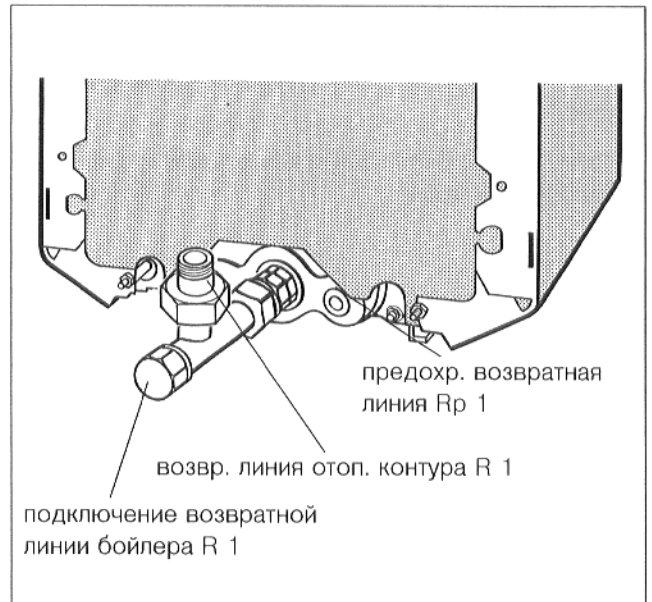
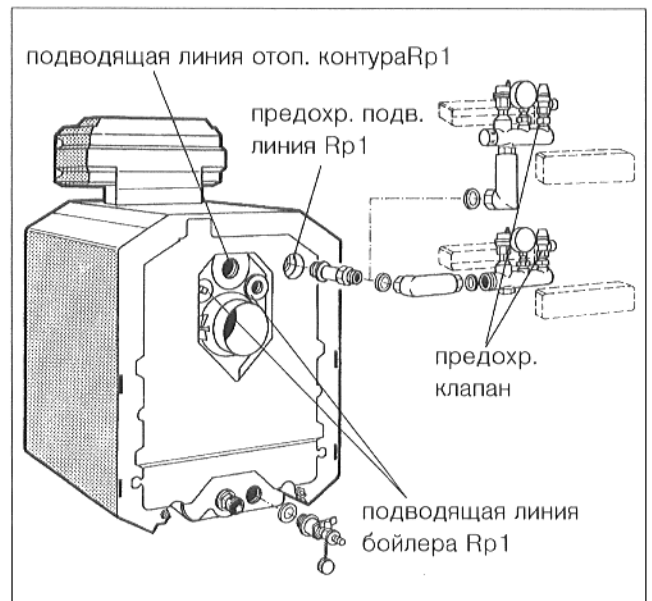

Рис. 12
Рис. 13
7.1 Возвратная линия (рис. 12)
Подводящая линия (VK) подключается в середине, над дымосборником (см. также рис. 13, рис. 44 и рис. 45).
7.3 Предохранительная возвратная линия и подводящая линия (рис. 12 и рис. 13)
Предохранительный комплект, состоящий из предохранительного клапана, манометра и деаэратора, можно заказать отдельно в филиалах фирмы Buderus (рис. 13).
7.4 Подключение возвратной линии и подводящей линии бойлера (рис. 12 и рис. 13)